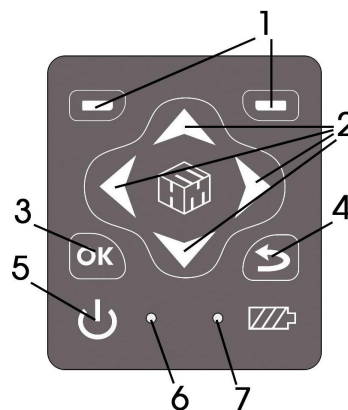
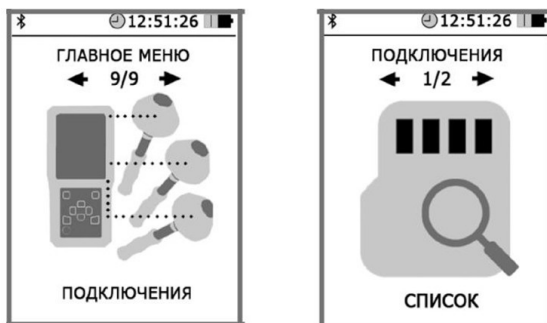

Рисунок 4
Рисунок 7
5.6. Выбор пункта контекстного меню осуществляется с помощью левой или правой контекстной кнопки 1 (рис. 4)
- убедитесь, что загорелся индикатор 7 (рис. 4), который свидетельствует о начале заряда батареи;
- оставьте блок НТМ-Терминал подключенным к зарядному устройству до прекращения свечения индикатора 7 (рис. 4);
- одновременно с окончанием процесса заряда, индикатор «заряд аккумуляторной батареи» 7 (рис. 4) погаснет;
6.4.3. При наличии в комплекте поставки блока НТМ-Терминал включить его. Для этого необходимо нажать и удерживать не менее 3 с кнопку 5 (рис. 4). При этом должен загореться индикатор 6 (рис. 4), обозначающий включенное состояние блока НТМ-Терминал.
6.4.4. На клавиатуре блока НТМ-Терминал нажать правую контекстную кнопку 1 (рис. 4) **«далее»** для перехода в **«главное меню»**. С помощью кнопок  и  перейти к пункту меню **«подключения»** и нажать кнопку . При этом осуществится переход в меню **«подключения»** к пункту **«список»** (рисунок 7).